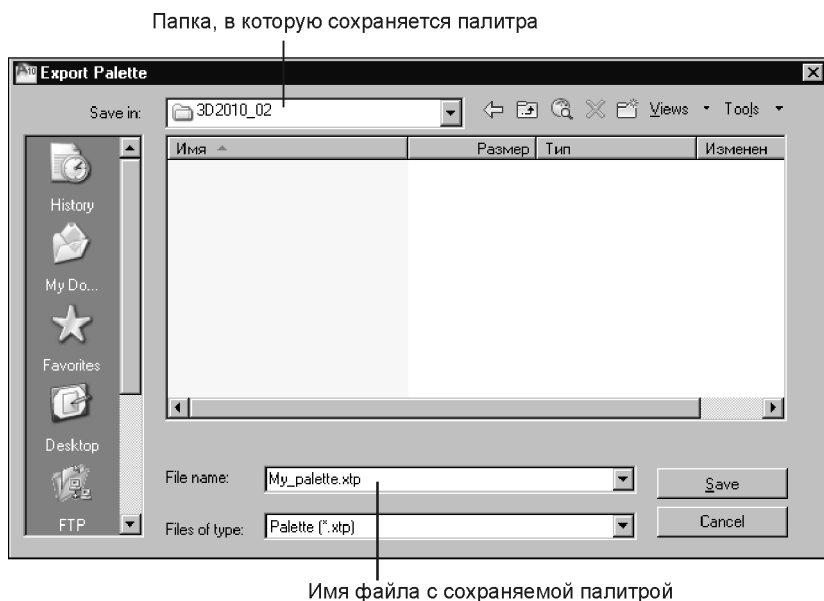

Рис. 2.16. Диалоговое окно для настройки сохранения палитры в файле
3. В появившемся диалоговом окне **Export Palette** (Экспорт палитры) (рис. 2.16) выберите папку для сохранения палитры и при необходимости измените имя файла вместо имени, предлагаемого по умолчанию.